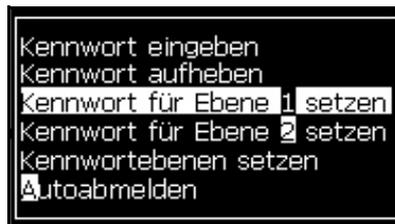
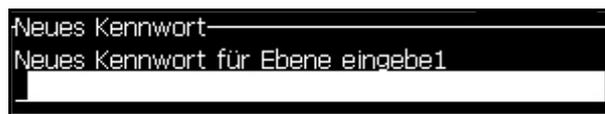

Abbildung 4-4: Kennwortebene setzen
Abbildung 4-5: Neues Kennwort
- 1 Drücken Sie die Tasten *Alt + w* und wählen Sie *Set Password for level (Kennwort setzen für Ebene) 1* oder *Set Password for level (Kennwort setzen für Ebene) 2* im Menü *Password (Kennwort)* (siehe Abbildung 4-4 auf Seite 4-4). Das Dialogfeld *New Password (Neues Kennwort)* erscheint (siehe Abbildung 4-5 auf Seite 4-4).